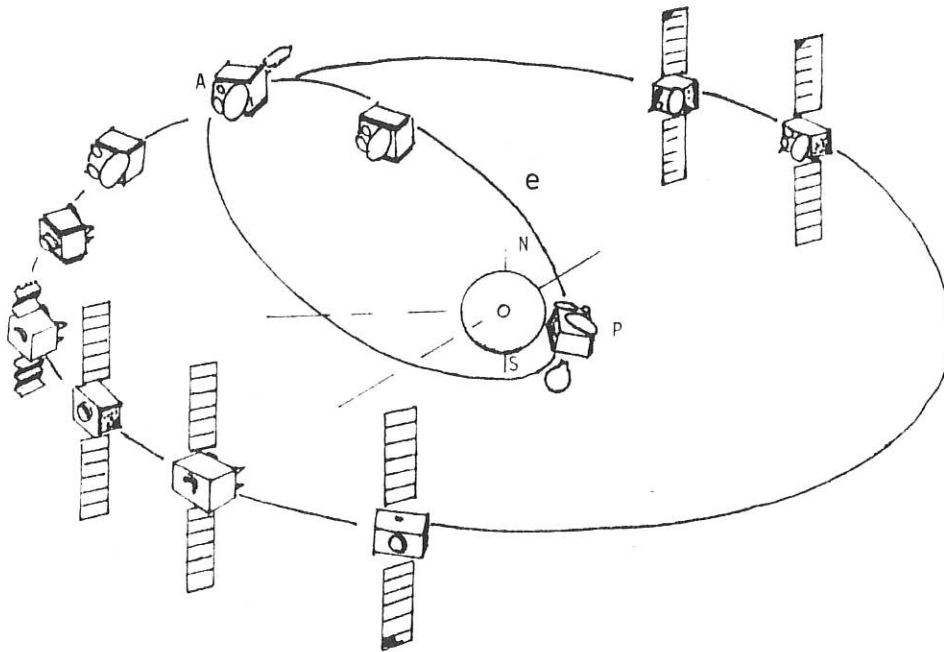

Fig. 1.- Le satellite géostationnaire.- A 200 Km de la Terre (point P)
*Géostationnaire : le satellite tourne sur une orbite circulaire de période de 24 heures dans le plan de l'équateur et dans le sens de rotation de la Terre. Pour un observateur terrestre, le satellite tournant à la même vitesse angulaire que la Terre autour de son axe, il apparaît immobile (fig. 1).
Point A de la figure 1 (200 Km)